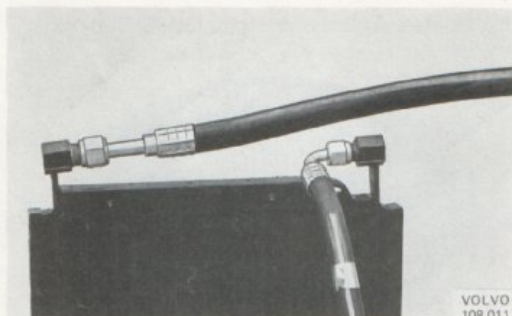

Bild 68. Montering av slangar på kondensor (140)
1. Om en ny kondensor ska monteras skruvas konsolerna och köldmedieslangarna på kondensorn innan denna monteras i vagnen. Smörj förskruvningarna med kylkompressorolja och montera slangarna enligt bild 68. Använd två nycklar vid fastdragningen så att kondensorrören ej vrids.